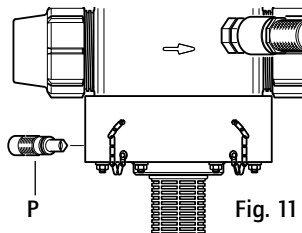

Fig. 11
- Dévisser également la vis de purge (**Fig. 11-P**), la retirer et laisser couler l'eau.